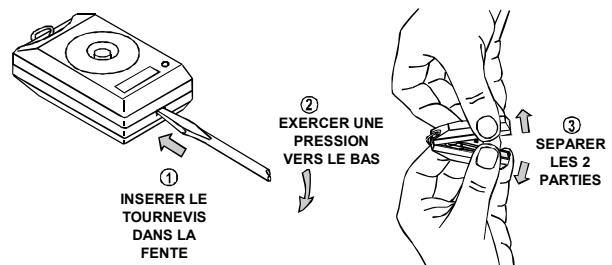

Figure 2. Ouverture du boîtier
A. Pour ouvrir le boîtier se référer à la figure 2. Insérer un tournevis plat dans la fente sur le bas du boîtier. Exercer une pression vers le bas avec le tournevis jusqu'à séparation du couvercle du fond.